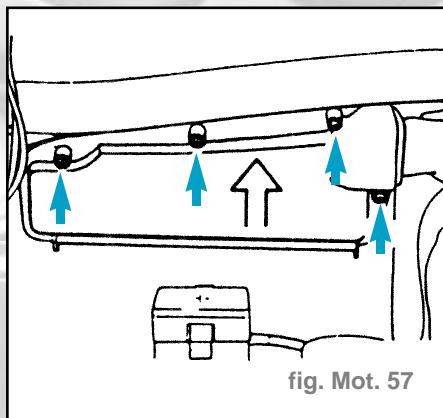

fig. Mot. 57
- Déposer le revêtement insonorisant (fig. Mot. 57).
- Enlever le recouvrement des boîtiers électroniques (fig. Mot. 57).